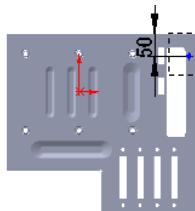

图 17.10.117 横断面草图
(3) 定义孔的参数。在“孔”对话框 **方向 1** 区域的下拉列表中选择 **完全贯穿** 选项。在 **深度** 区域的 **文本框** 中输入数值 8.0。
- (4) 单击“孔”对话框中的 **确定** 按钮，完成孔 7 的创建。
- (5) 编辑孔的定位。在设计树中右击 **孔7**，在系统弹出的快捷菜单中单击 **编辑孔(E)** 命令，进入草图环境。绘制图 17.10.117 所示的横断面草图。单击 **退出草图** 按钮，退出草图环境。